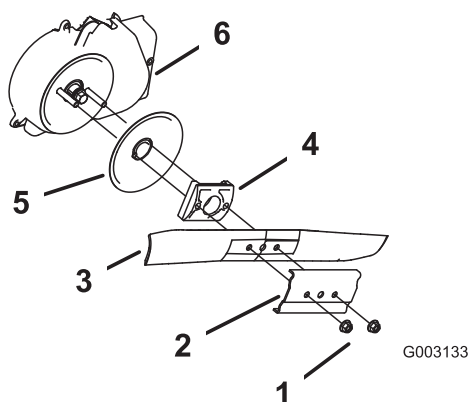

Figure 40
4. Déposez la lame (Figure 40).
5. Déposez le dispositif d'entraînement de la lame et le disque (Figure 40).
6. Déposez la protection du débrayage de frein de lame (Figure 40).
10. Reposez la lame et le renfort déposés précédemment (Figure 40).
3. Retirez les 2 écrous de la lame et le renfort (Figure 40).